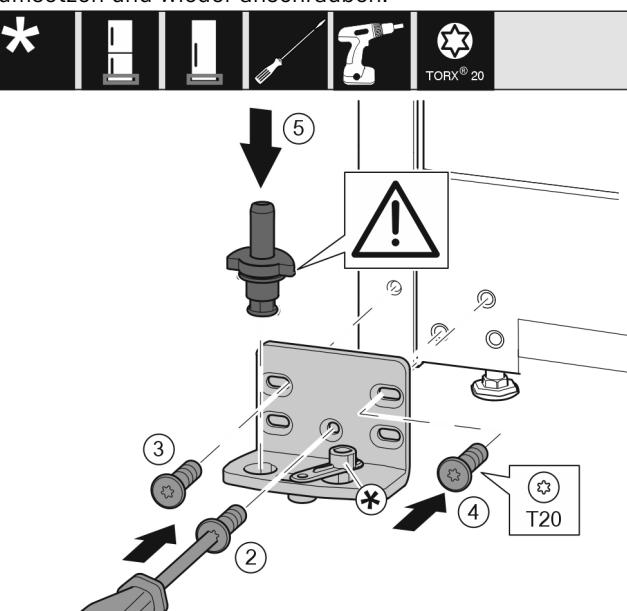

Fig. 17
- Lagerbock auf der anderen Seite ansetzen und mit Hilfe eines Schraubendrehers anschrauben. Mit der Schraube Fig. 17 (2) unten in der Mitte beginnen.
- Schraube Fig. 17 (3) und Schraube Fig. 17 (4) fest-schrauben.
- Lagerbolzen Fig. 17 (5) komplett einsetzen. Dabei darauf achten, dass der Rastnocken nach hinten zeigt.